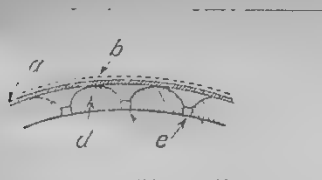

Рис. 11.
**Е. Рейс.** Электростатический телефон (заявка на патент № 23482) с эластичной мягкой мембраной (а, рис. 11), покрытой тонкой металлической пластинкой б и неподвижной жесткой металлической пластинкой д с отверстиями. Особенность телефона в том, что каждому из отверстий с в непо-